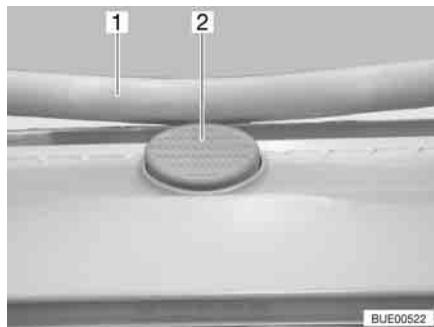

Fig. 69 Bottone di sicurezza sull'oblò Heki
Apertura: ■ Premere il bottone di sicurezza (Fig. 69,2) e tirare verso il basso la staffa (Fig. 69,1) con entrambe le mani.
■ Premere la staffa verso l'alto con ambedue le mani, finché la staffa non poggia al di sopra del bottone di sicurezza (Fig. 69,2).
- Premere il bottone di sicurezza (Fig. 69,2) e tirare verso il basso la staffa (Fig. 69,1) con entrambe le mani.